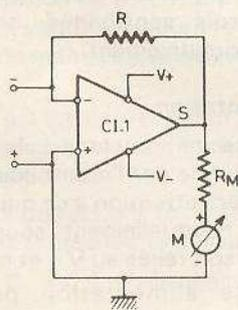

Fig. 1
C'est un appareil coûtant très peu (15 dollars aux Etats-Unis) car il est relativement simple. On y trouve un circuit intégré LM308N, un microampèremètre (M) de 0 à 50  $\mu\text{A}$ , deux potentiomètres, trois commutateurs, trois jacks, deux diodes et quelques composants R et C. Le schéma simplifié de l'appareil de I. QUEEN, est donné à la figure 1.